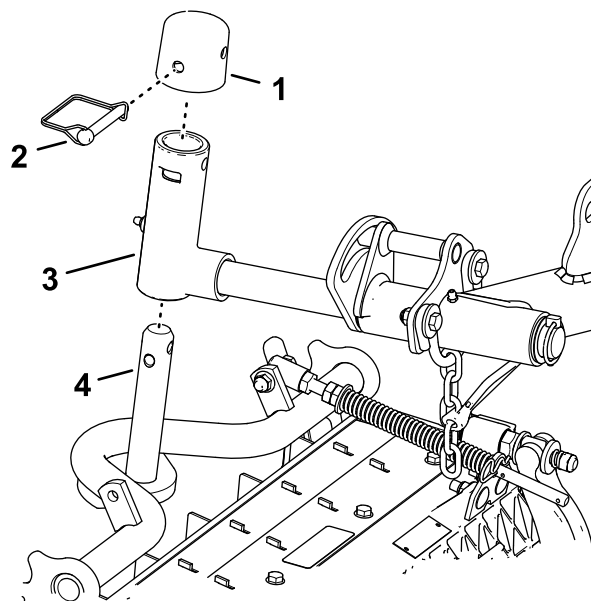

Рисунок 25
Фиксация оси поворота режущего блока для скашивания травы на склоне холма – заблокируйте оси поворота режущих блоков для предотвращения поворота режущих блоков вниз по склону во время скашивания поперек склона холма. Используйте отверстие в оси поворота подъемного рычага (Рисунок 25) для фиксации режущего блока. Используйте паз для поворота режущего блока.
- Подведите режущий блок под подъемный рычаг (Рисунок 25).